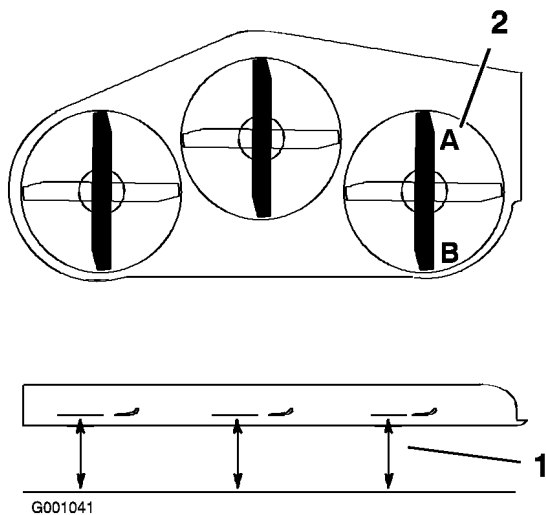

Figura 69
1. Disponete la lama **destra** in posizione longitudinale rispetto alla macchina (Figura 69).
2. Misurate la lama destra al punto **A** da una superficie piana fino al tagliente della punta della lama (Figura 69).
4. Misurate la lama destra al punto **B** da una superficie piana fino al tagliente della punta della lama (Figura 69).
6. La lama del tosaerba deve risultare da 6 a 10 mm più in basso al punto **A** rispetto al punto **B** (Figura 69). In caso contrario eseguite la seguente operazione.